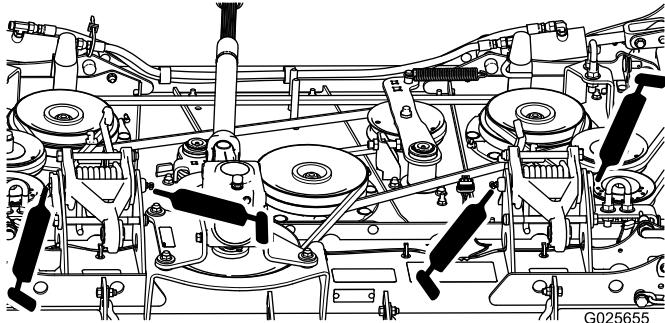

Figura 12
- Brazos de acoplamiento de la carcasa (5) (Figura 12)